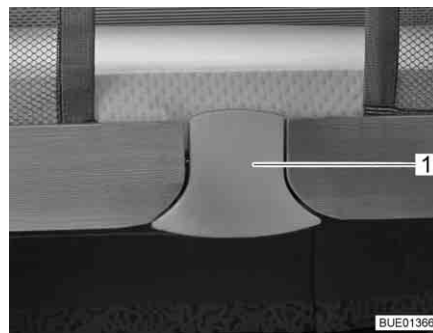

Fig. 112 Desbloqueo
- Extraer la parte inferior de la superficie de desbloqueo (Fig. 112,1). Se ha soltado el bloqueo.